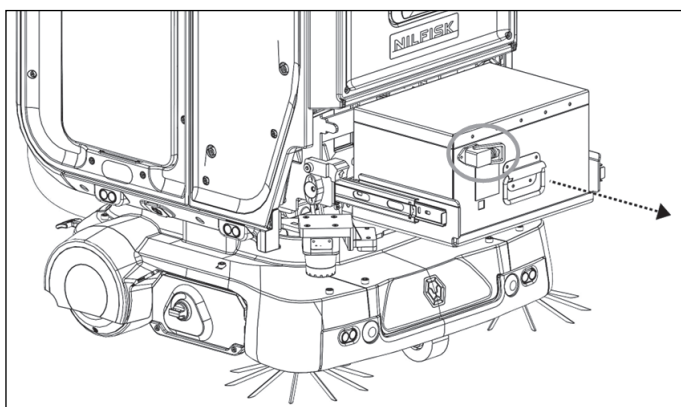

Figure 69
2. Débranchez la fiche de la batterie de la batterie en tirant sur la poignée de la fiche de la batterie. Il peut être nécessaire de tirer fermement (Fig. 69).
3. Soulevez le loquet du plateau de batterie et, en même temps, tirez la poignée de la batterie vers l'avant du robot, le plateau de batterie glissera (Fig. 69).